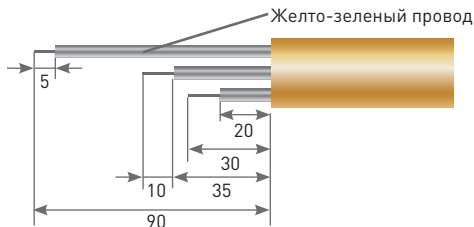

Рис. 4
5.3.7 Подготовить к монтажу (зачистить) установочный провод в соответствии с Рисунком 4. Надеть термоусадочную трубку ТУТнг 6,0/3,0 длиной 30 мм на токопроводящую жилу длиной 45 мм, а непосредственно на установочный провод надеть термоусадочную трубку ТУТк 19/6 длиной 100 мм (см. Рисунок 4).